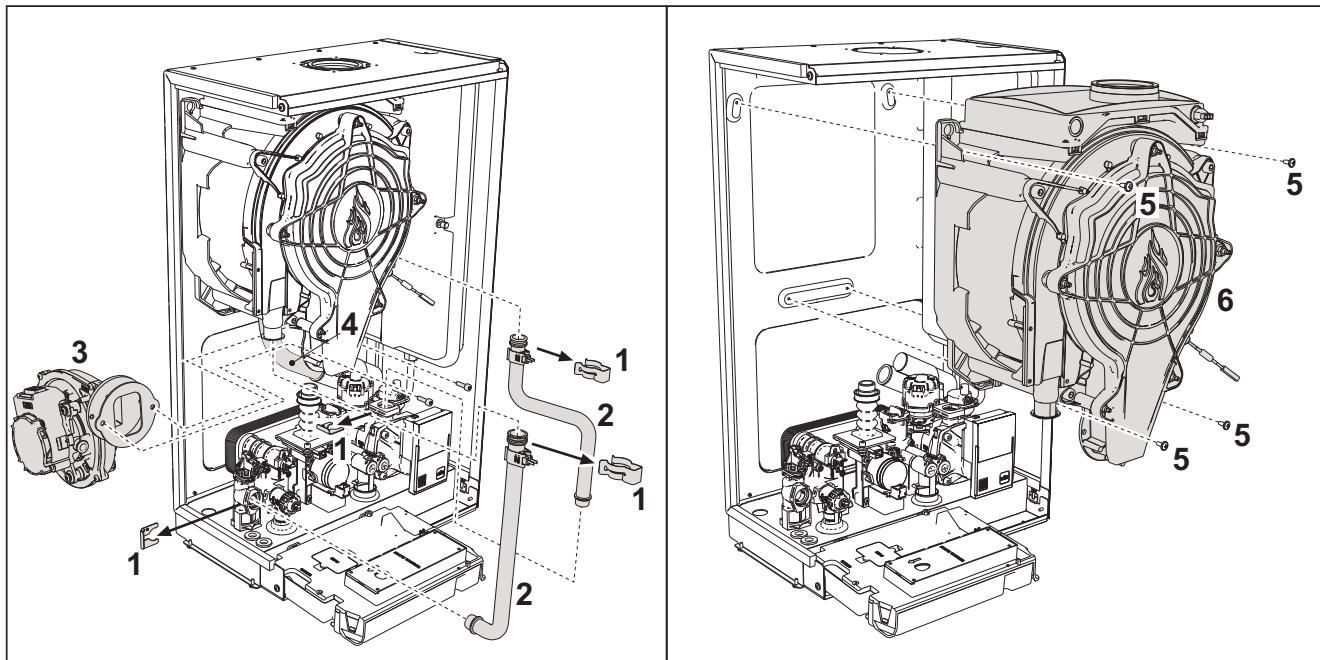

рис. 40- Основной теплообменник
- Снимите 2 **верхних** винта “5” крепления теплообменника к раме (рис. 40).
- Снимите 2 **нижних** винта “5” крепления теплообменника к раме (рис. 40).